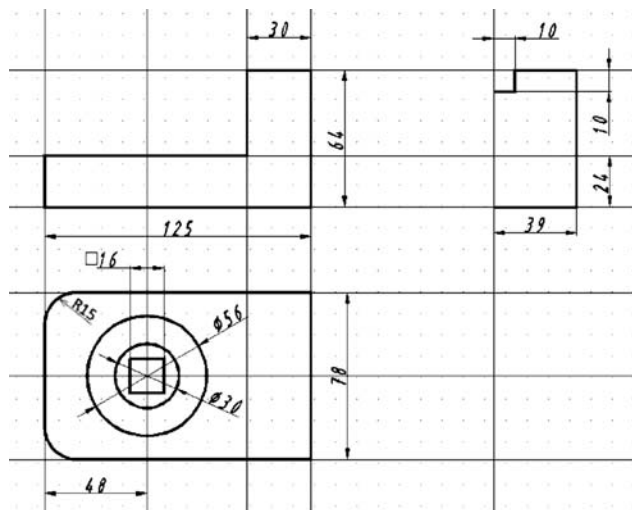

Рис. 6.7. Построение окружностей: вид сверху
5. На виде сверху выполнить сопряжения ($R = 15$); вычертить окружности верхнего и нижнего оснований конической бобышки и призматическое отверстие в форме квадрата. Команда «Многоугольник», описанный вокруг окружности $R = 8$ (рис. 6.7).